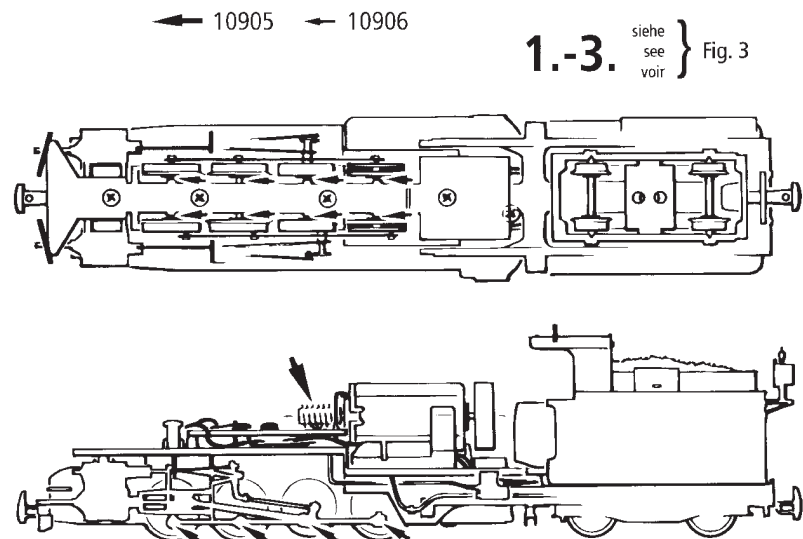

Fig. 8
**1. Reinigung der Radstromkontakte:** Radstromkontakte können auf unsauberen Schienen leicht verschmutzen. Entfernen Sie **vorsichtig** mit einem kleinen Pinsel **den Schmutz** an den in Fig. 8 gekennzeichneten Stellen.
**1. Cleaning of wheel contacts:** Wheel contacts easily get dirty on tracks which are not entirely clean. Use a small brush to **remove dirt** from spots marked in fig. 8.
**1. Nettoyage des lames de courant aux roues:** Les lames de contacts risquent de s'encrasser rapidement sur des voies poussiéreuses. Veuillez **enlever la poussière** aux endroits marqués à la fig. 8 à l'aide d'un petit pinceau souple.